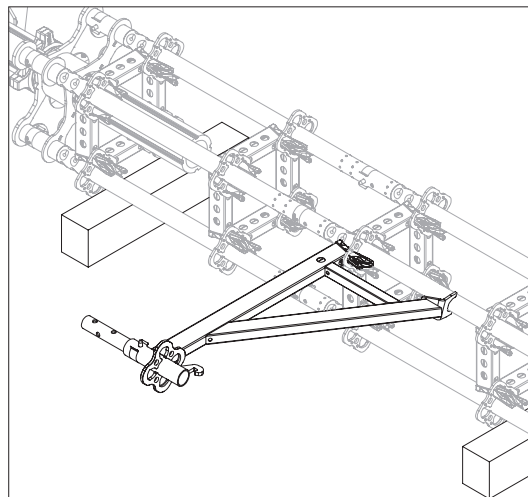

Fig. A6.03
2. Inserire la mensola UCM 75 (40) nella posizione richiesta. (Fig. A6.03 + A6.04)